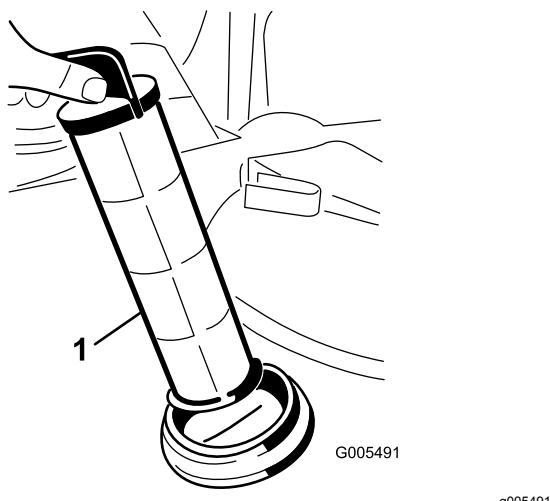

Figure 68
4. Sortez la crêpine d'aspiration de l'orifice (Figure 68).